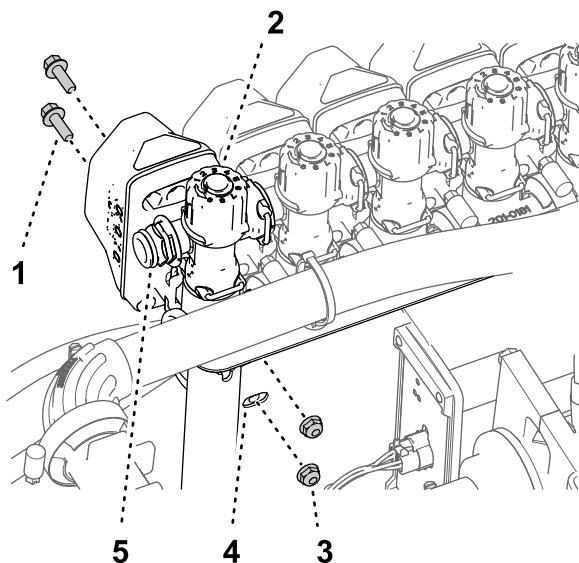
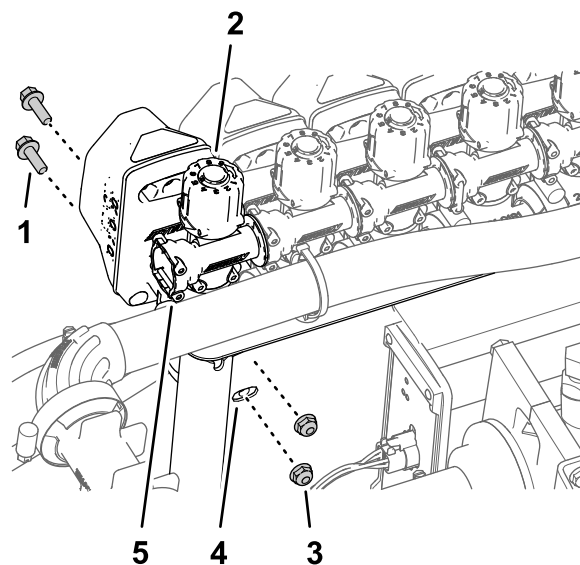

Figura 105
Figura 106
3. Monte a válvula do bico 10 na montagem da válvula (Figura 105Figura 106) com os dois parafusos de cabeça flangeada (1/4 x 3/4 pol.) e